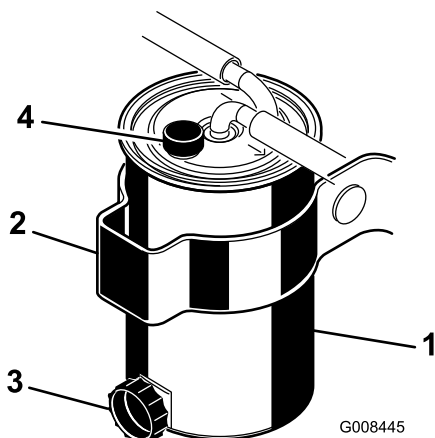

Figure 47
2. Nettoyez la surface autour des supports de la cartouche du filtre (Figure 47).
4. Ouvrez le robinet de vidange du filtre et le reniflard (Figure 47).